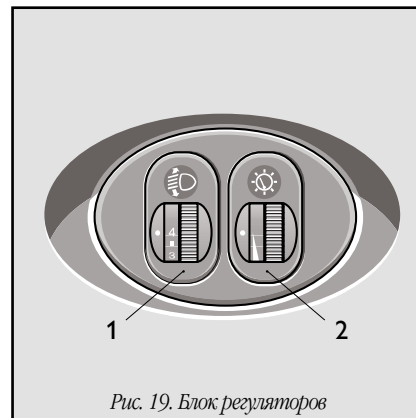

Рис. 19. Блок регуляторов
- 28. **Блок регуляторов,** см. рис. 19.